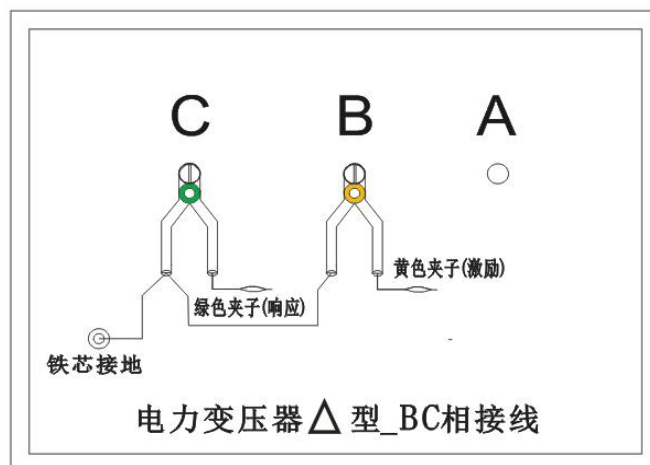

图 11
4.2.4 以上接线完成对三相△形的 BC 相测量接线, 如图 11。